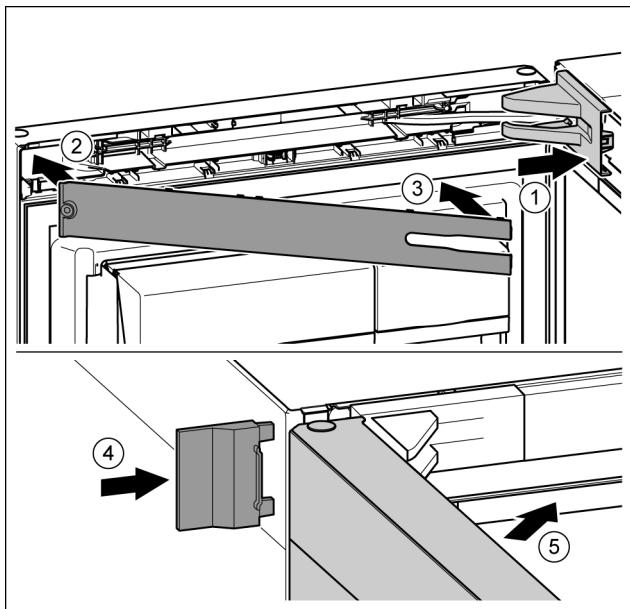

Fig. 49
- Крышку опорного кронштейна установить и зафиксировать, при необходимости, осторожно разжать. Fig. 49 (1)
- Установить накладку. Fig. 49 (2)
- Наклонить и защелкнуть накладку. Fig. 49 (3)
- Надвинуть внешнюю крышку. Fig. 49 (4)
- Закрыть верхнюю дверь. Fig. 49 (5)